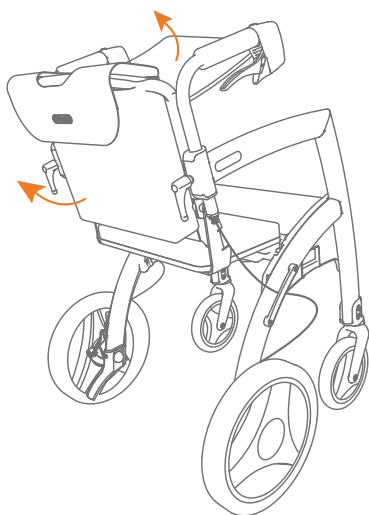
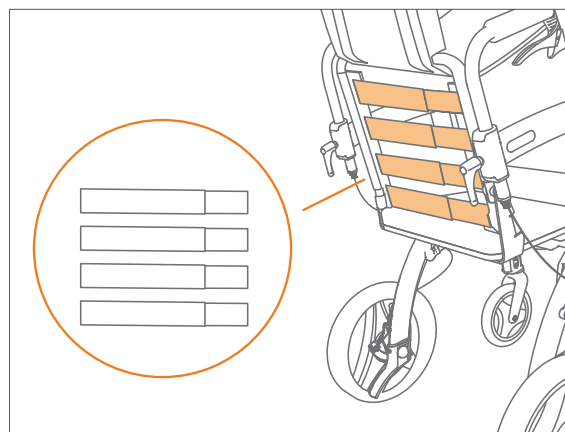

Figure 43: Relâcher les bandes.
Figure 44: Quatre bandes réglables au dos.
- b.** Détachez le velcro à l'arrière du dossier du kit chaise roulante en soulevant le sac du kit vers le haut. Tirez également le dossier vers le haut à partir du bas (**Figure 43**). Les bandes de réglage sont maintenant clairement visibles (**Figure 44**).